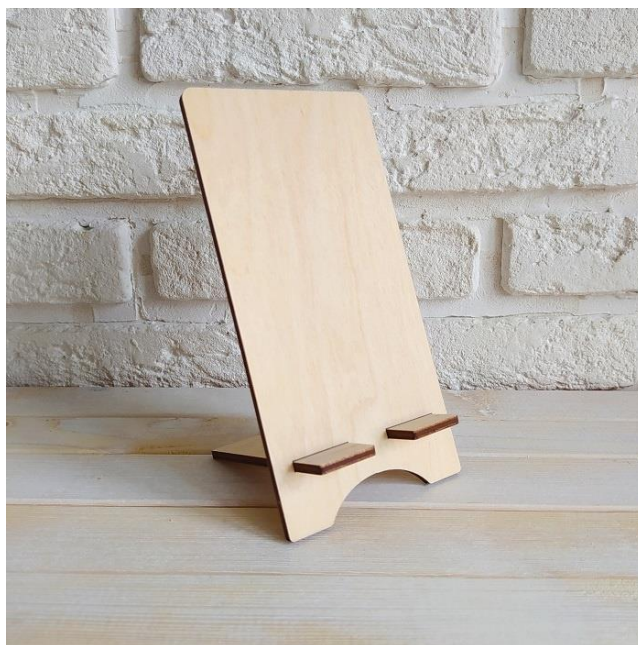

Рисунок 1. Источник творчества – подставка для телефона
Задание: на основе представленного образца (рис. 1) необходимо спроектировать и изготовить изделие с учетом требований, сформулированных в технических условиях.
1. По данному образцу (рис. 1) разработайте свою модель изделия подставка для телефона с декоративными элементами. Источник творчества на рисунке 1 представлен для иллюстрации подобных изделий (или их прототипов) и не является эталоном для разработки собственного изделия.